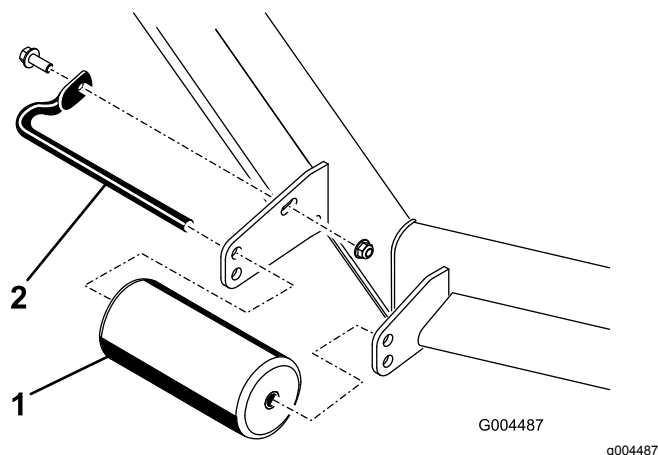

Figura 11
- A. Rimuovete la vite e il dado che fissano l'albero del rullo alla staffa del piatto di taglio (Figura 11).